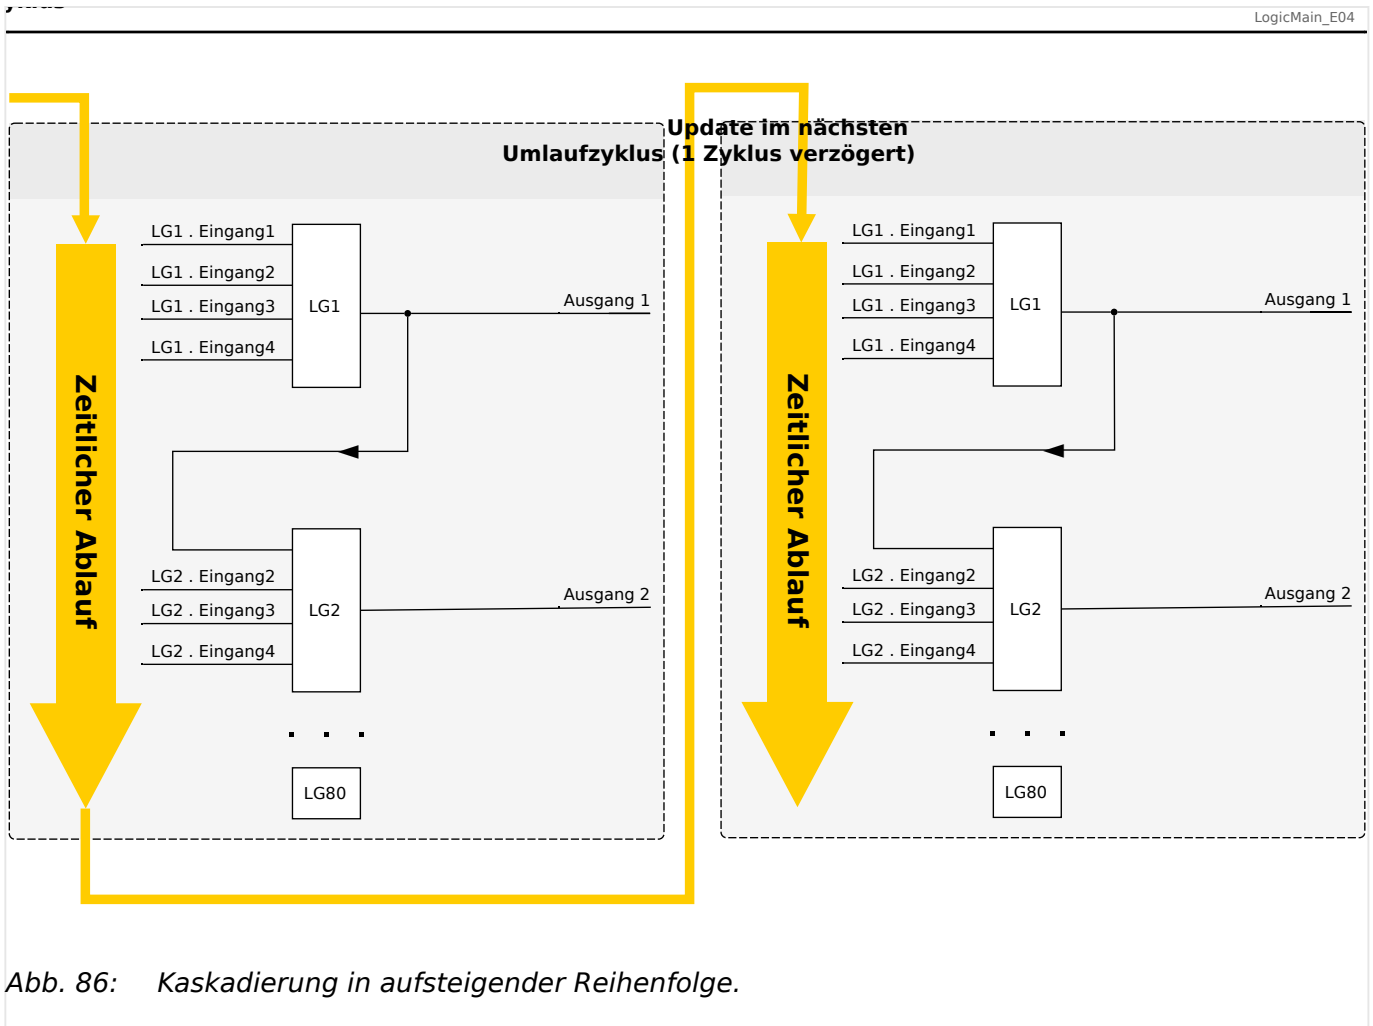
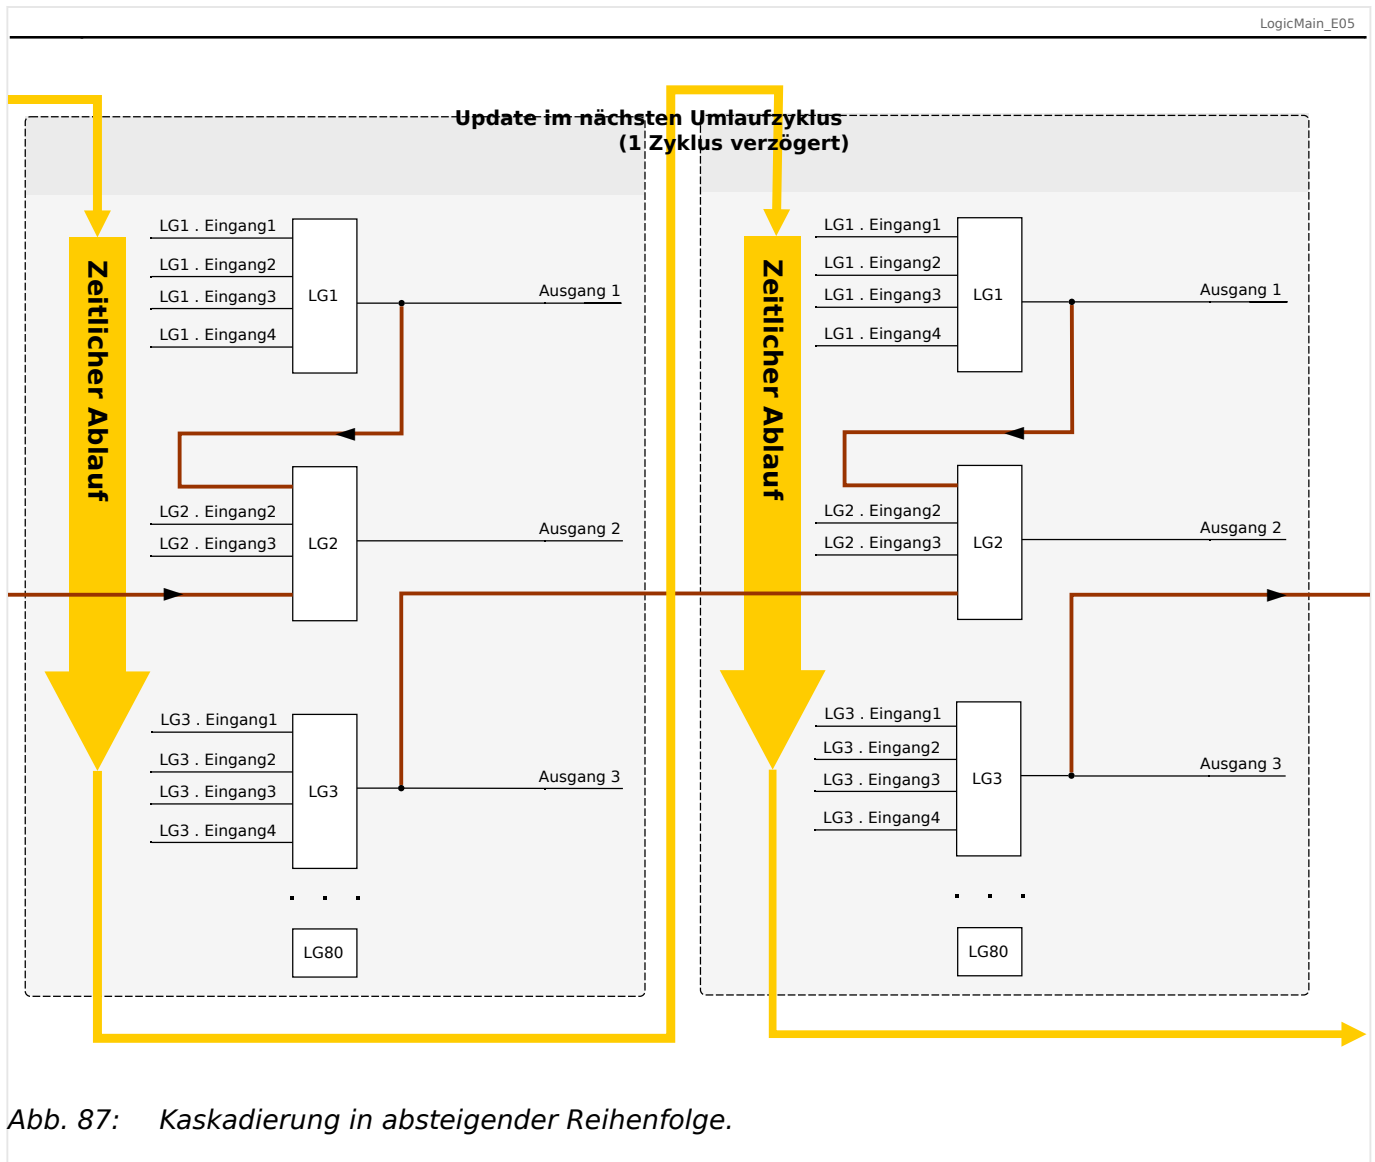

Abb. 86: Kaskadierung in aufsteigender Reihenfolge.
Abb. 87: Kaskadierung in absteigender Reihenfolge.
- Kaskadierung in **aufsteigender** Reihenfolge bedeutet, dass der Ausgang einer Logikgleichung auf den Eingang einer Logikgleichung mit **höherer** Nummer rangiert wird. Das Diagramm →Abb. 86 weiter unten zeigt ein Beispiel, bei dem der Ausgang von LG1 auf einen Eingang von LG2 rangiert wird.
- Kaskadierung in **absteigender** Reihenfolge bedeutet, dass der Ausgang einer Logikgleichung auf den Eingang einer Logikgleichung mit **niedrigerer** Nummer rangiert wird. Das Diagramm →Abb. 87 zeigt ein Beispiel, bei dem der Ausgang von LG3 auf einen Eingang von LG2 rangiert wird.
Bei der Konfiguration des Schutzgerätes bestehen keinerlei Einschränkungen oder Unterschiede zwischen aufsteigender und absteigender Reihenfolge. Da allerdings während der Laufzeit des MRU4 die Logikgleichungen in aufsteigender Reihenfolge ausgewertet werden, haben die resultierenden Ausgangswerte, die am Eingang der Logikgleichung anstehen, ein unterschiedliches „Alter“, wie in →Abb. 86 und →Abb. 87 veranschaulicht wird.
Das in Abb. 87 gezeigte Beispiel zeigt eine Konfiguration von „Logikgleichung 2“, die den Ausgang von zwei weiteren Logikgleichungen, „Logikgleichung 1“ und „Logikgleichung 3“, als Eingangszustände verwendet. Hierbei ist der Ausgang von „Logikgleichung 1“ in aufsteigender Reihenfolge verwendet, sodass der Wert in jeweils demselben Prozesszyklus ermittelt wird. Der Ausgang von „Logikgleichung 3“ wird in absteigender Reihenfolge verwendet, sodass der Wert in dem jeweils vorherigen Prozesszyklus ermittelt wurde.